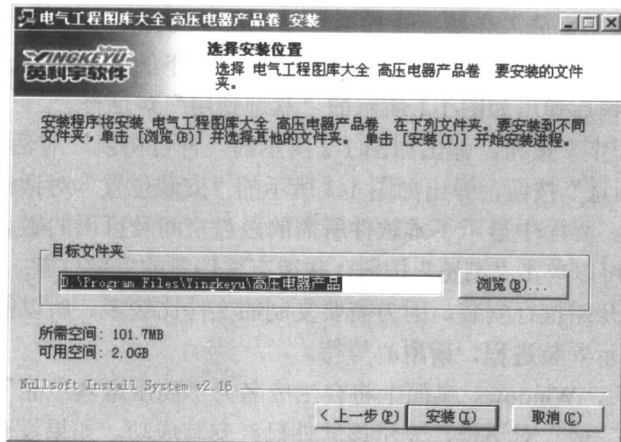

图 1-3 “安装位置”对话框
(3) 单击“我同意”按钮, 弹出如图 1-3 所示的“安装位置”对话框, 要求用户确定软件安装在哪一个盘上。界面中显示了本软件所需的磁盘空间及可用的磁盘空间。如果要自定义软件的安装位置, 可以单击“浏览”按钮, 并指定软件新的安装位置。当安装位置确定后, 单击“安装”按钮, 开始执行安装。因为需要复制的文件比较多, 所以需要一些时间。在这个过程中, 屏幕会显示安装进程, 请耐心等待。